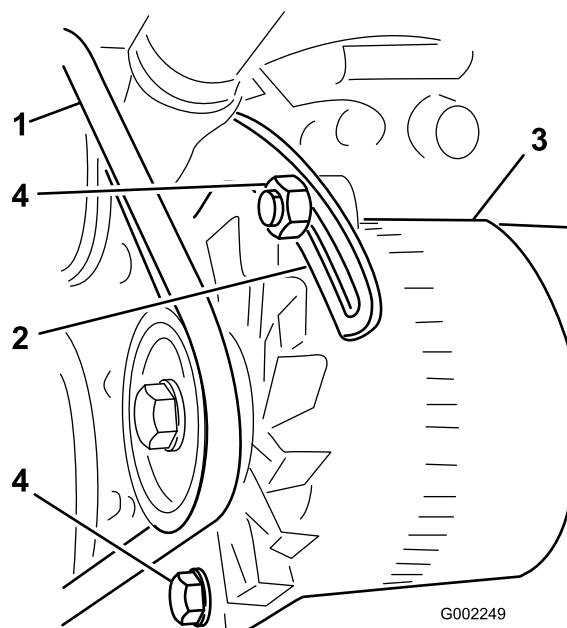

図 55
3. ブレースをエンジンに固定しているボルト、およびオルタネータをブレースに固定しているボルトをゆるめる（図 55）。